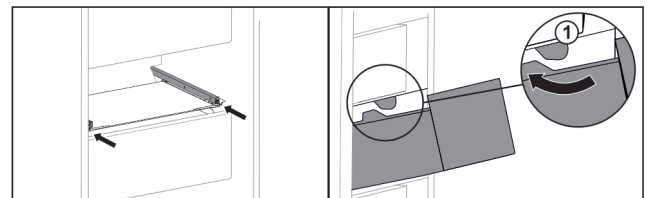

Fig. 55
- ▶ Lade rond de stoppers Fig. 55 (1) leiden.